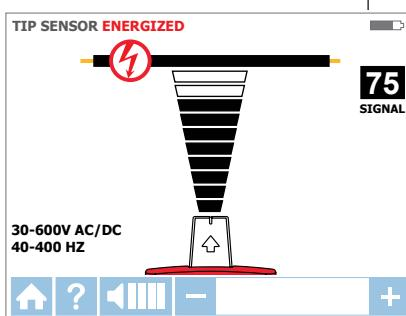

Figura 3.1i
- Seleccione el modo **TIP SENSOR (SENSOR DE PUNTA)** energizado con las flechas direccionales para resaltar este modo de funcionamiento y presione el botón amarillo "ENTER (INTRO)". La pantalla aparecerá como se muestra en la Figura 3.1i.